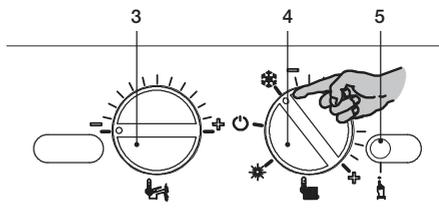

Рисунок 5.35
- Прежде чем включить электропитание котла, установите регуляторы 3 и 4 так, как показано на рисунке (см. Рисунок 5.35).
Нажмите кнопку сброса 5 (Рисунок 5.35) и пролистайте параметры до P11, предназначенного для настройки постциркуляции насоса. На ЖК-дисплее последовательно отобразятся следующие символы (параметр P11 будет загораться поочередно с 44).
Чтобы изменить настройку, поверните регулятор температуры горячего водоснабжения 3 (Рисунок 5.35) и установите его на выбранное время, как показано на следующем рисунке (Рисунок 5.39).
Шаг настройки регулятора 3(Рисунок 5.35) соответствует отображаемому на ЖК-дисплее значению 44 (40 секунд). Это значение можно установить на максимум 255 (4 минуты). На ЖК-дисплее при этом будут поочередно загораться P11 и 60.